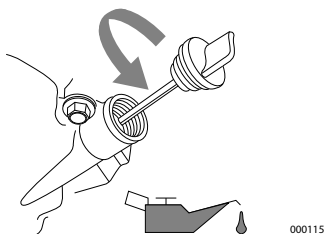

Figure 4-2. Remplissage de l'huile à moteur
3. Voir la Figure 4-2. Retirez le bouchon-jaugeur de l'orifice en l'essuyant.